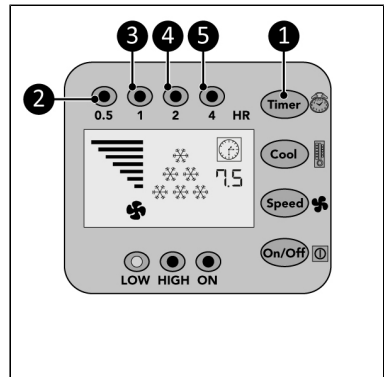

Abbildung 47.
1. Drücken Sie die Timer-Taste (Abbildung 47, Pos. 1) wiederholt, um den Countdown-Timer zu starten von:
- 0,5 Stunden: Die 0,5-Stunden-Anzeige (Abbildung 47, Pos. 2) leuchtet auf;
- 1 Stunden: Die 1-Stunden-Anzeige (Abbildung 47, Pos. 3) leuchtet auf;
- 2 Stunden: Die 2-Stunden-Anzeige (Abbildung 47, Pos. 4) leuchtet auf;
- 4 Stunden: Die 4-Stunden-Anzeige (Abbildung 47, Pos. 5) leuchtet auf;
- 7,5 Stunden: Die 0,5-Stunden-Anzeige, die 1-Stunden-Anzeige, die 2-Stunden-Anzeige und die 4-Stunden-Anzeige (Abbildung 47, Pos. 2, 3, 4 und 5) leuchten auf.